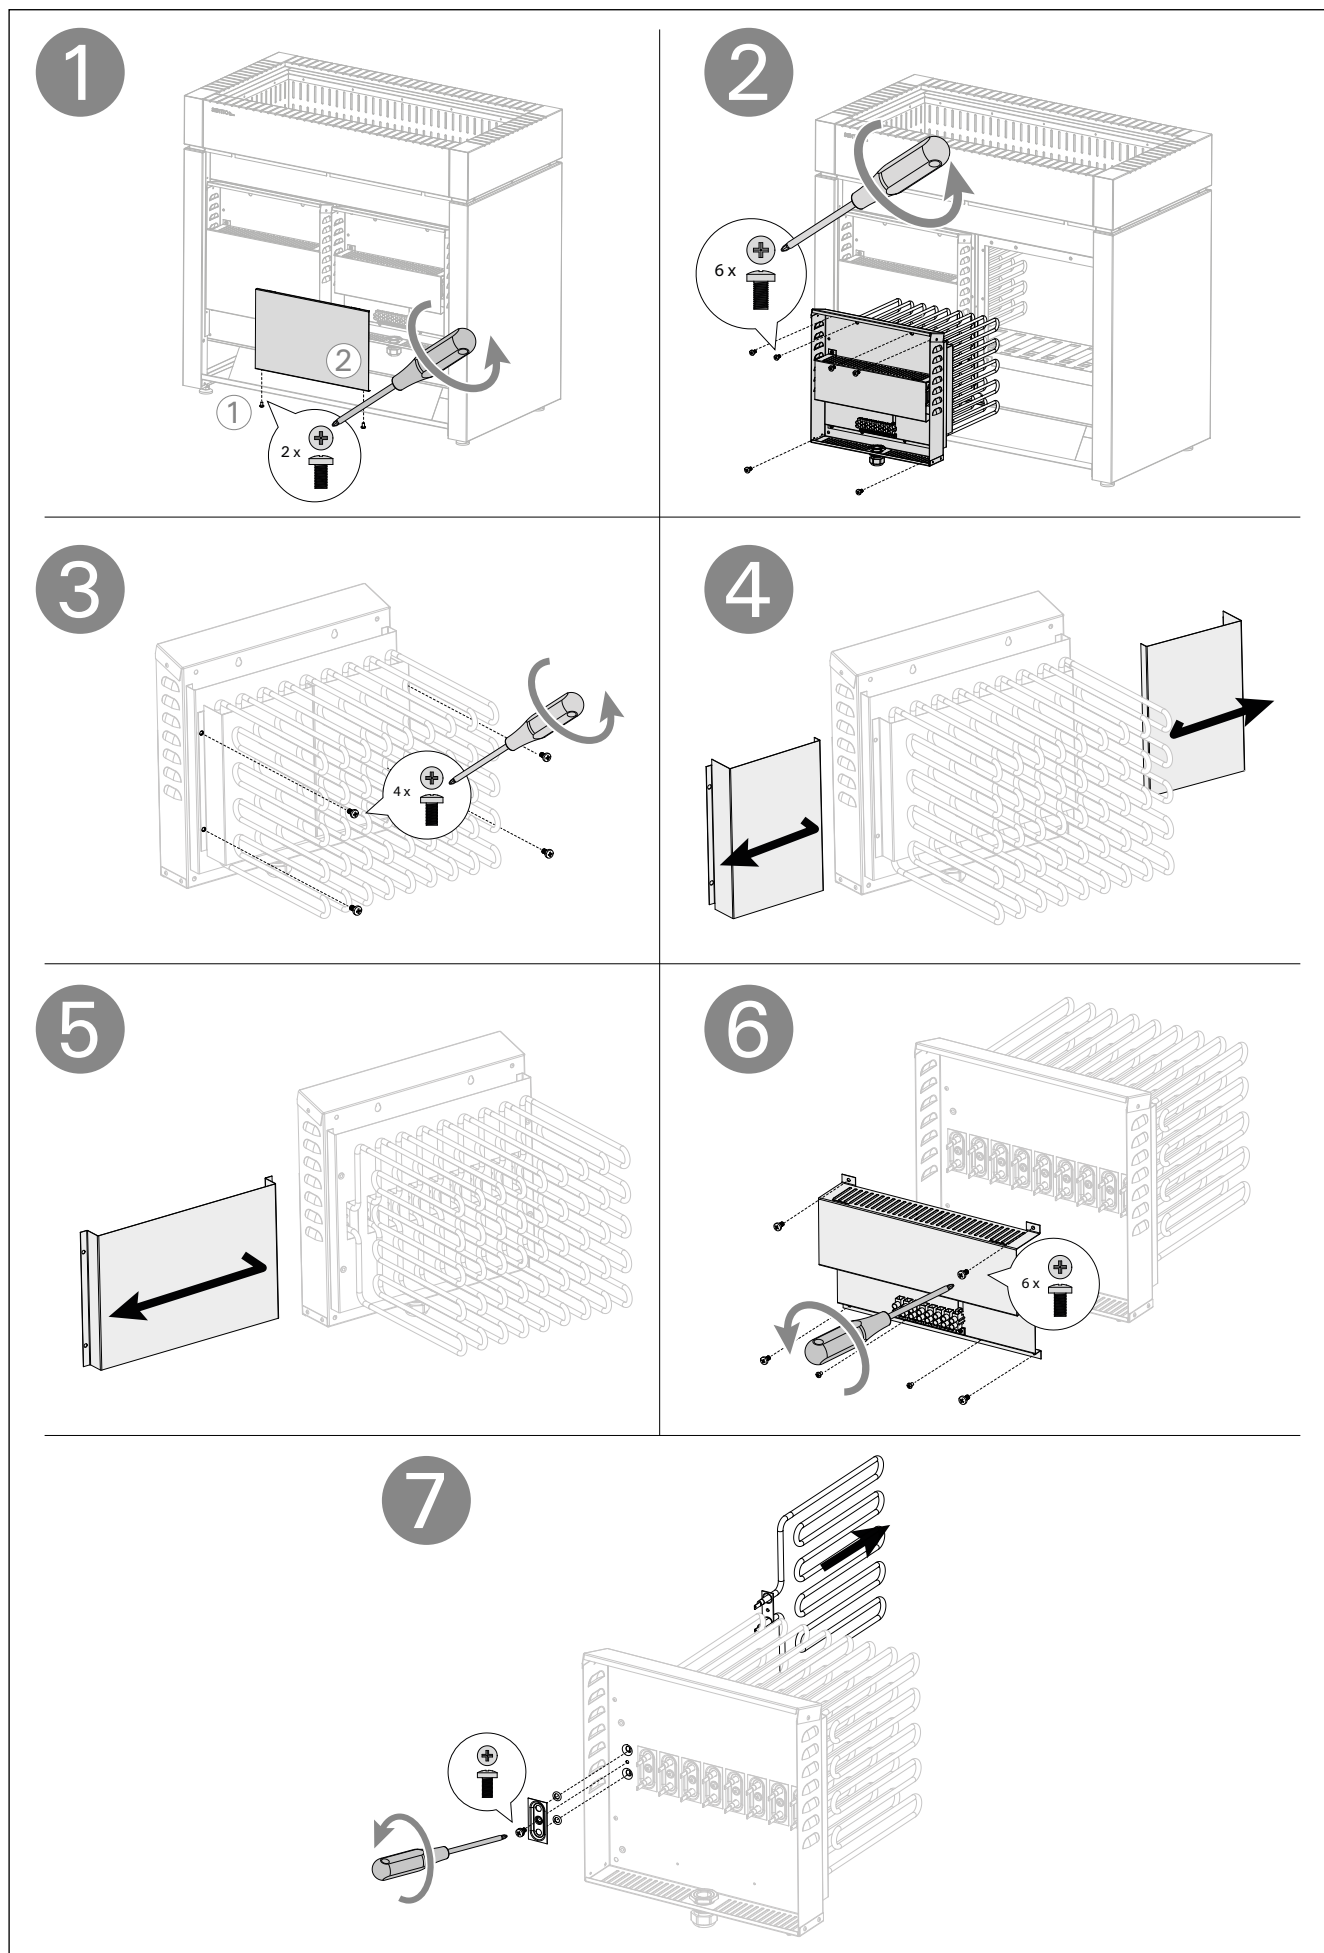

Figure 7. Remplacement des résistances
- Installer le capteur de température tel qu'indiqué dans la figure 7. Si le poêle est installé à plus de 150 mm de la paroi, le capteur doit être installé au plafond.
Tous les circuits d'entrée doivent être ouverts avant de découvrir les connecteurs réseau ! Voir la figure 7.